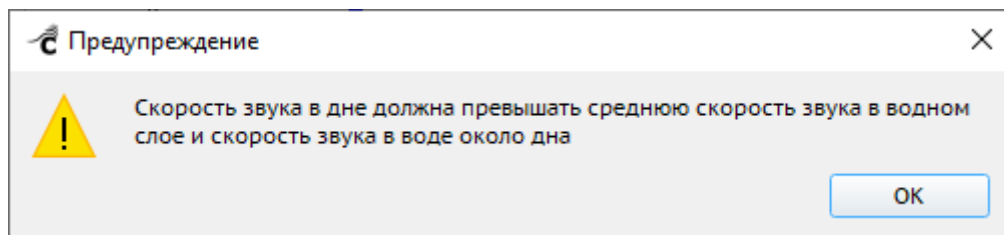

Рисунок 238 – Сообщение «Скорость звука в дне должна превышать среднюю скорость звука в водном слое и скорость звука в воде около дна»
- поле «Скорость звука в дне (м/с)» – значение скорости звука в дне в м/с. Значение должно превышать среднюю скорость звука в водном слое и скорость звука в воде около дна, в противном случае при сохранении настроек карточки отобразится соответствующее сообщение (Рисунок 238);